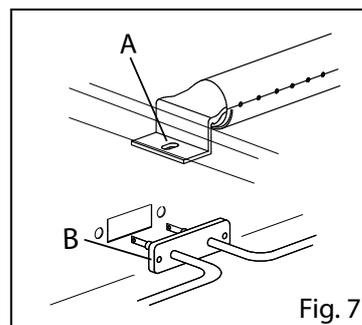

Fig. 7
- Svitare la vite di fissaggio (Fig. 7/A)
- Svitare le viti di fissaggio (Fig. 7/B) e scollegare i collegamenti elettrici